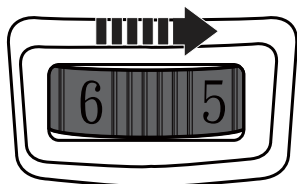

Fig. 14
- > Desplace el selector de velocidad (1) hacia la derecha (visto desde la posición del operador) para incrementar la velocidad máxima (Fig. 14). Un ajuste mayor es adecuado cuando se lija con papel de lijado de grano fino para conseguir un acabado fino.